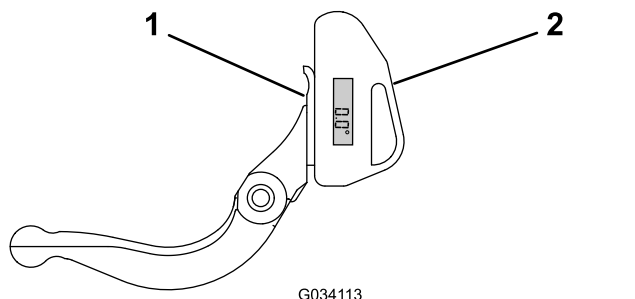

Рисунок 35
1. Установите индикатор угла на нижней стороне неподвижного ножа, как показано на Рисунок 35.